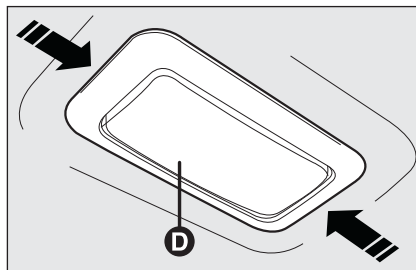
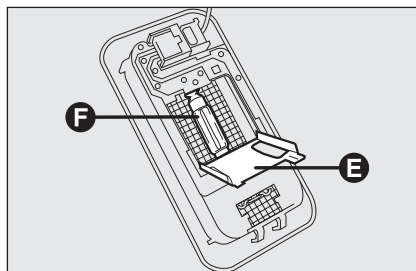

fig. 30
fig. 31
- agire nei punti indicati dalle frecce e rimuovere la plafoniera **D**-fig. 30;
- aprire lo sportellino di protezione **E**-fig. 31;
- sostituire la lampada **F**-fig. 31 svincolandola dai contatti laterali accertandosi che la nuova lampada risulti correttamente bloccata tra i contatti stessi;
- chiudere lo sportellino di protezione **E**-fig. 31 e reinserire la plafoniera **D**-fig. 30 nel proprio alloggiamento accertandosi dell'avvenuto bloccaggio.